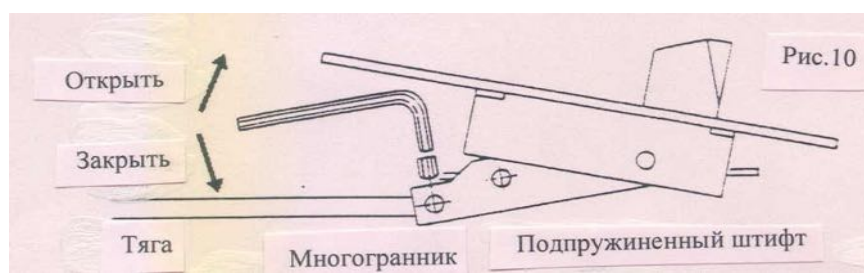

Рис.10
- 3) Открыть отверстия тяги нажатием подпружиненного штифта, соединить тягу с девиатором и закрепить с помощью многогранника (рис.10).